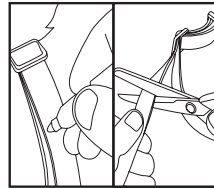

Fig. 7
3. Nadat u de halsband op de juiste maat hebt aangepast, kunt u de overtollige lengte afknippen (fig. 7).